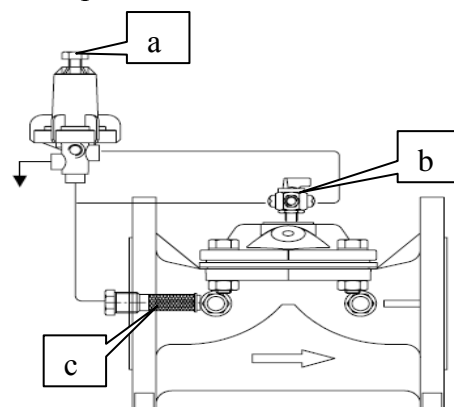

Рис.9.
- ✓ Проверьте и промойте контрольный фильтр у крана «с» (Рис.9). Это необходимо делать периодически в соответствии с качеством воды.
Недостаточное сжатие пружины пилотного клапана	С помощью регулировочного болта «а» Рис. 9 отрегулировать давление, как описано выше